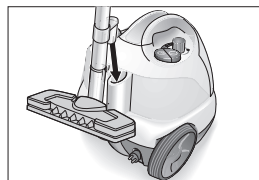

Fig.9: Posizione parcheggio
- In caso di brevi interruzioni è possibile inserire il tubo di prolunga con ugello montato in posizione parcheggio (si veda la fig. 9).